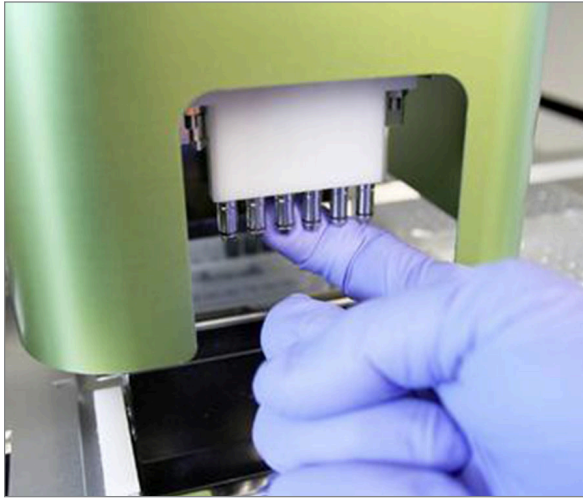

FIGURA 7.10: servirsi del dito per applicare una piccola quantità di grasso siliconico NanoString agli O-ring
3. Per lubrificare gli O-ring, prendere una piccola quantità di grasso siliconico e stenderlo attorno all'O-ring con la mano guantata, come illustrato nella **FIGURA 7.10**.